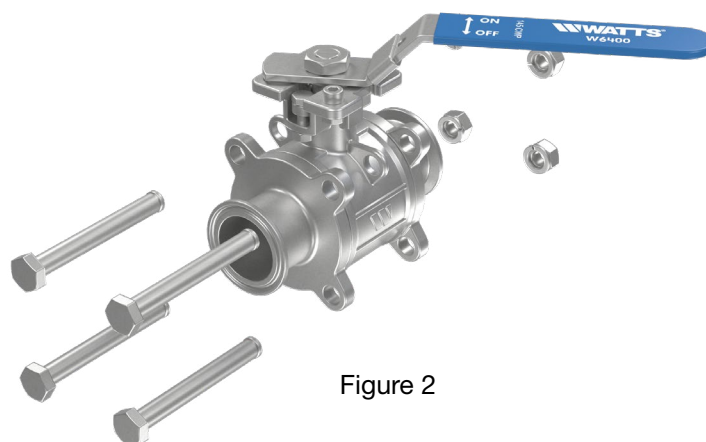

Figure 2
2. Avec la vanne en position à moitié ouverte, retirer les boulons de raccordement. (Figure 2)